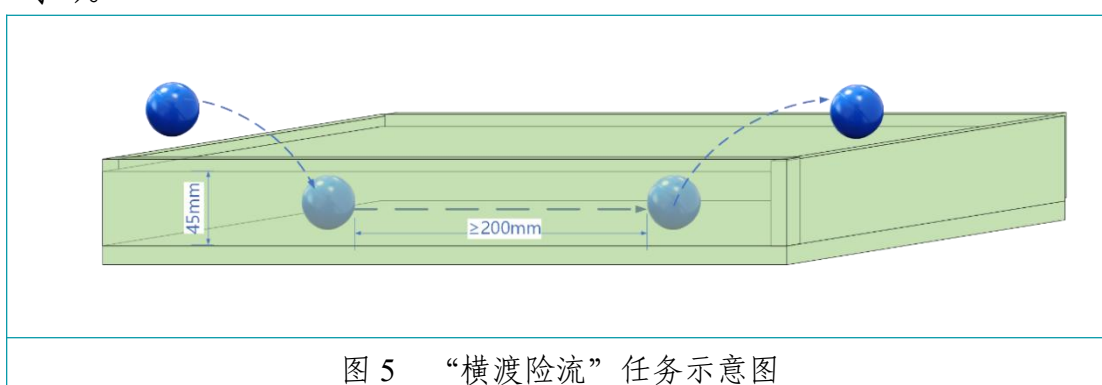

图 5 “横渡险流”任务示意图
4. “横渡险流”任务。场地左侧中部放置一个盛水无盖容器（容器中水位高度 45mm）。从 B 区到 C 区的过程中，小球需进入水中并在水中行进的距离不少于 200mm，如图 5 所示）。